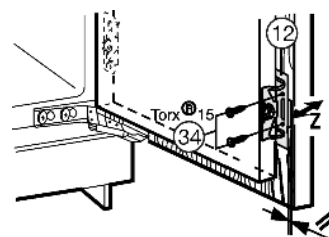

Fig. 24
- ▶ Deur van het apparaat met schroeven Fig. 24 (34) door de bevestigingshoek Fig. 24 (12) op de kastdeur vastschroeven.